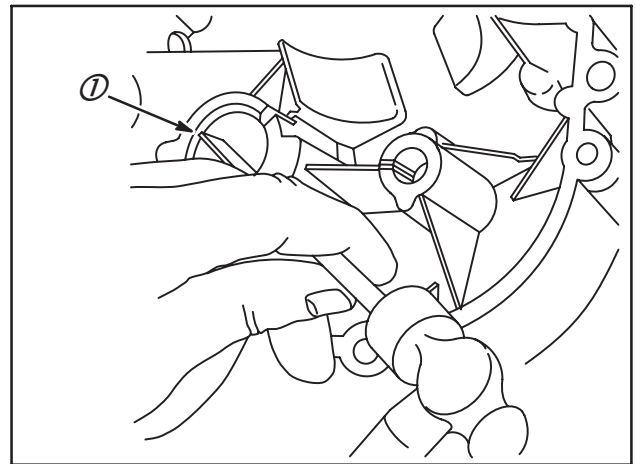

Fig. 12
3. A l'aide d'un burin ou d'un tournevis et d'un marteau, pratiquer une encoche dans la bague (1) à l'opposé de la fente dans le palier. Fig. 12.